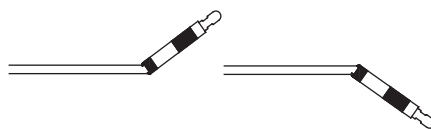

Figura 6
2. A continuación, enderece el empujador, y continúe doblándolo y enderezándolo hasta que el tubo del empujador se abra exponiendo el elemento a liberar (Figura 6).